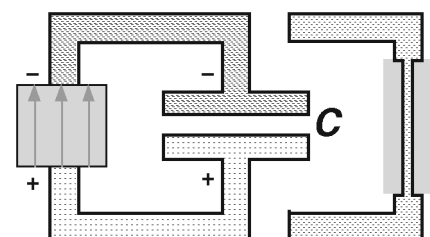

Bild 4
Dieses „Fassungsvermögen“ heisst **Kapazität C** und hat die Einheit **Farad (F)**. (Bild 4)